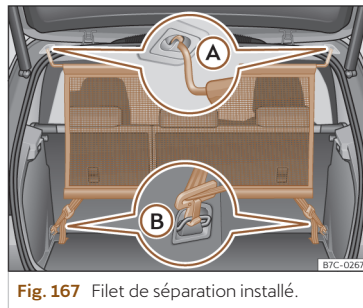

Fig. 167 Filet de séparation installé.
- Accrochez le filet de séparation dans le logement gauche du toit >>> fig. 167 (A). Assurez-vous de tirer la barre transversale vers le bas au-delà de la position haute.
- Accrochez le filet de séparation dans le logement droit du toit en comprimant la tige transversale >>> fig. 167 (A).
- Accrochez les deux crochets du filet de séparation aux œillets d'arrimage du coffre à bagages >>> fig. 167 (B) et serrez fermement les ceintures de fixation.